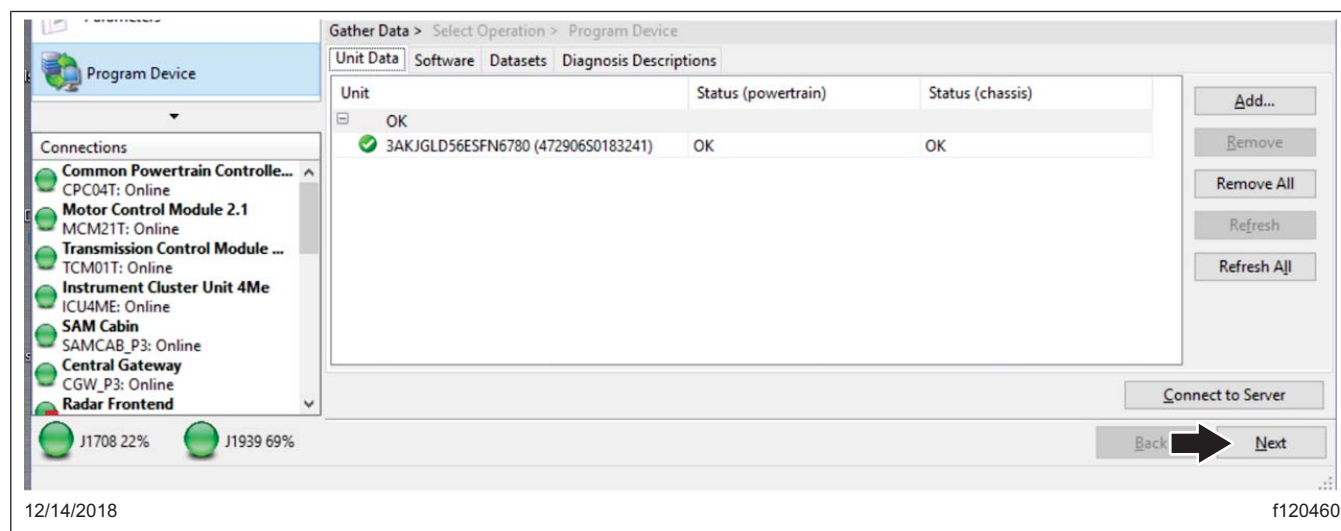

Fig. 9, Clic sur « Next » (Suivant)
10. Une fois les données téléchargées, cliquez sur « Next » (Suivant). Reportez-vous à la figure 9.